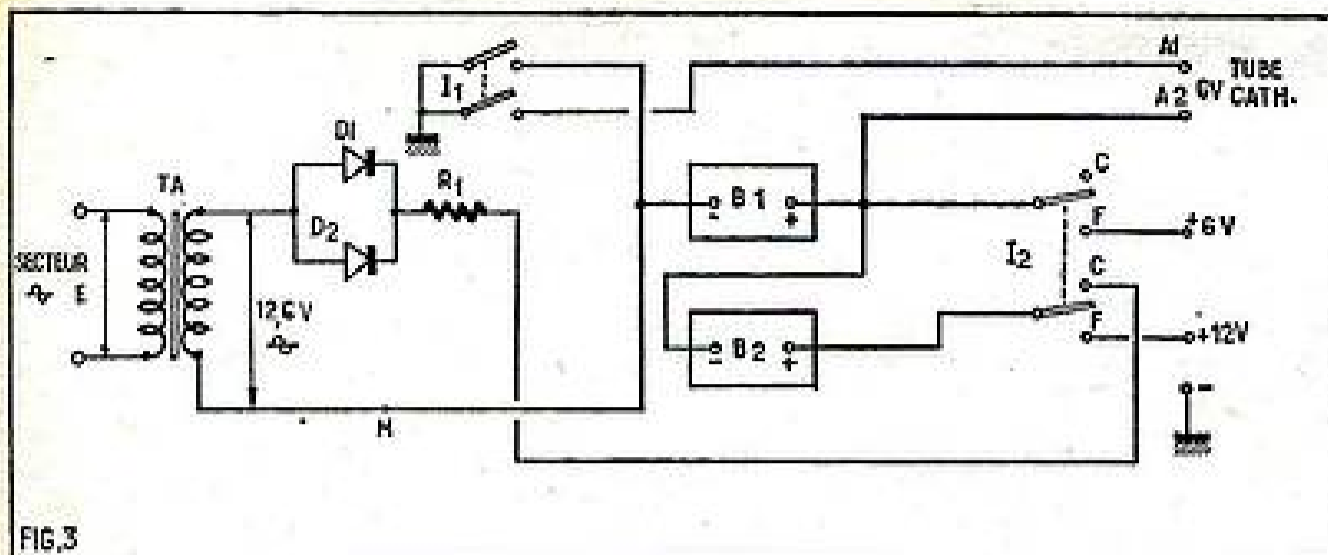

FIG. 3
Le commutateur I_1 est bipolaire et permet, comme il ressort de l'examen du schéma de la figure 3, de passer de la position fonctionnement à celle de charge (C). En position F, les points + 6 V et + 12 V du téléviseur sont connectés aux points + 6 V et + 12 V des batteries, ceux-ci étant déconnectés de la sortie du chargeur. En position C, les points + et - 12 V de l'ensemble des deux batteries sont connectés à la sortie du chargeur et le téléviseur est déconnecté.